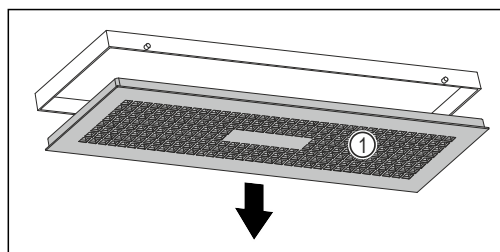

Fig. 161
- Ktheni ngadalë kutinë e ujit nga poshtë dhe për këtë mbani të palëvizur kapakun mbulues Fig. 161 (1).
- Hiqni kapakun mbulues Fig. 161 (1).